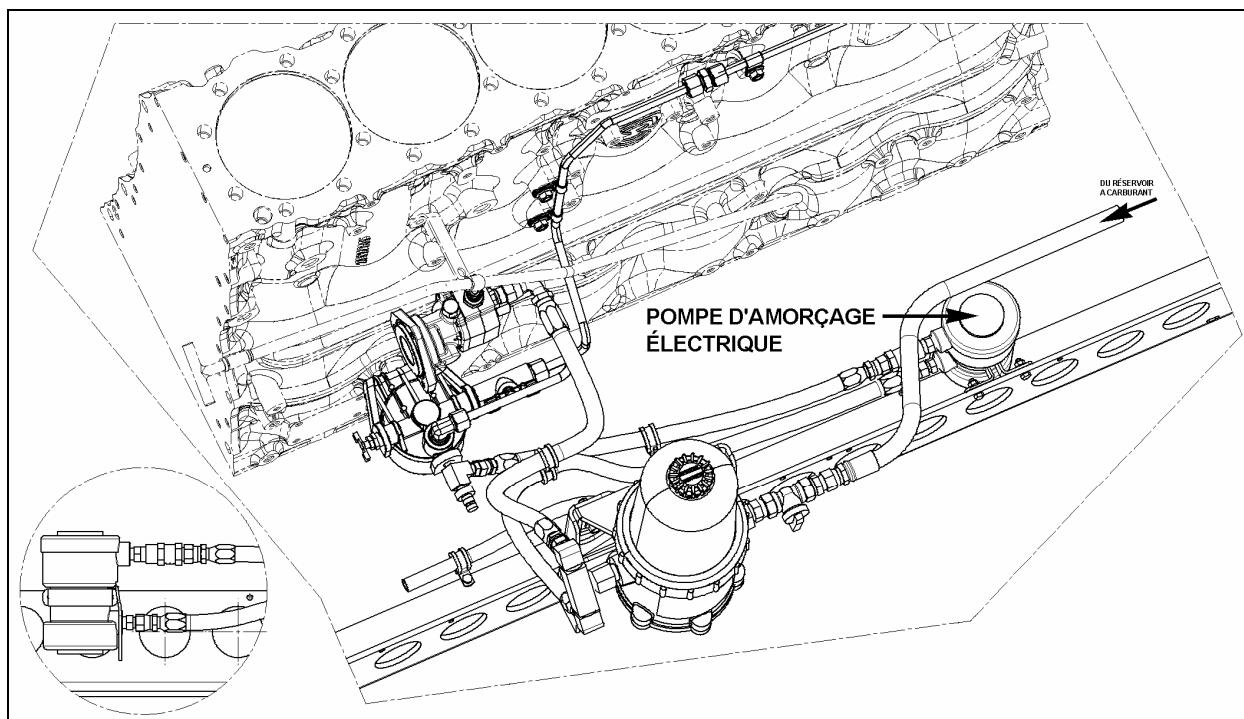

FIGURE 4 : ANCIENNE INSTALLATION
- Tel que mentionné précédemment, retirer la pompe du berceau-moteur (Voir la figure 4).